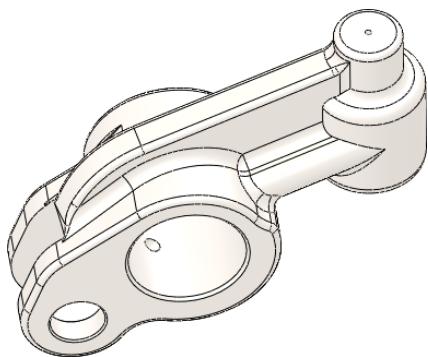

图 16-157 插入摇杆零件
- 03 单击【浏览】按钮，选择“摇杆.sldprt”零部件，单击【打开】按钮。在绘图区中合适位置单击，确定零部件的插入位置，如图 16-157 所示。